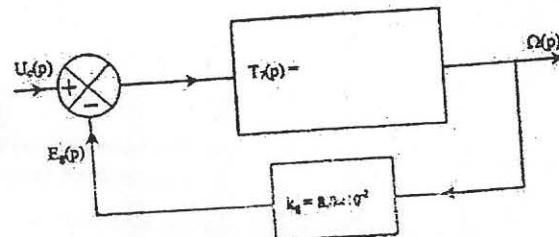
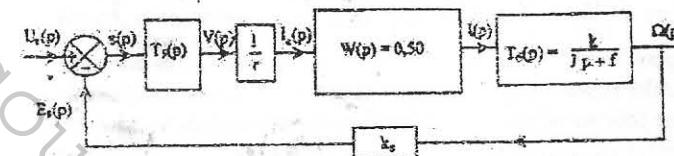
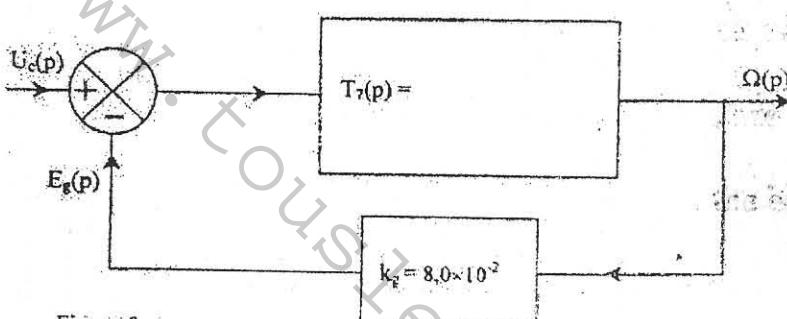

Figure 8
Figure 7
Figure 8
Le système peut donc se décrire à l'aide du schéma fonctionnel de la figure 7 dans lequel  $T_3(p)$  est la transmittance d'un correcteur,  $r=0,25 \Omega$  est la résistance d'exploration du courant  $I(t)$  traversant le moteur,  $k_g$  la constante de force électromotrice de la génératrice tachymétrique avec  $k_g = 8,0 \times 10^2 \text{ V.s.rad}^{-1}$  et  $T_3(p) = \frac{I(p)}{I_c(p)}$ ,  $U_c(p)$  est la transformé de Laplace de la tension de commande  $U_c(t)$ .
**3.2.2.** En utilisant le résultat de la question 3.1.2 et l'expression  $T_5(p)$ , réduire schéma fonctionnel de la figure 7 à celui de la figure 8. Calculer numériquement  $T_7(p)$ .
The system may be described using the block diagram of Figure 7 wherein  $T_5(p)$  is the transmittance of a corrector,  $r = 0.25\Omega$  is the exploration resistance of current  $I(t)$  passing through the engine, the electromotive force constant  $k_g$  of the tachymetric generator with  $k_g = 8.0 \times 10^{-2} \text{ V.s.rad}^{-1}$  and  $T_6(p) = \frac{\Omega(p)}{I(p)}$  is the Laplace transform of the control voltage  $uc(t)$ .
**3.2.2** By using the result from 3.1.2 and the expression of  $T_5(p)$ , reduce functional diagram of figure 7 to that of figure 8. Calculate numerically  $T_7(p)$